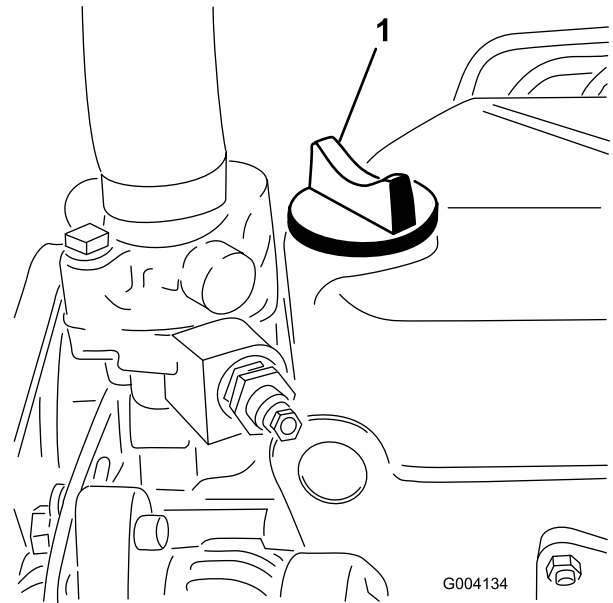

Figure 21
5. Si le niveau n'atteint pas le repère maximum, enlevez le bouchon de remplissage (Figure 21) et faites l'appoint jusqu'à ce que le niveau atteigne le repère **MAXIMUM** sur la jauge. **Ne remplissez pas excessivement**.